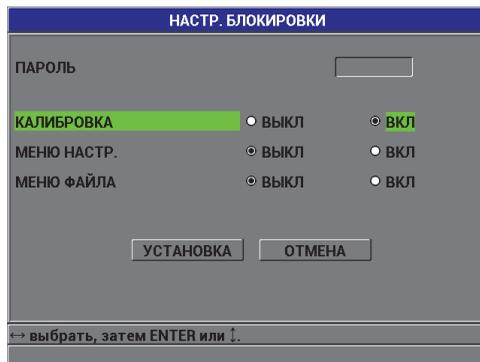

Рис. 5-11 Экран НАСТРОЙКА БЛОКИРОВКИ
2. В окне **НАСТР. БЛОКИРОВКИ** (см. Рис. 5-11 на стр. 112), если пароль установлен, введите его в поле **ПАРОЛЬ**.